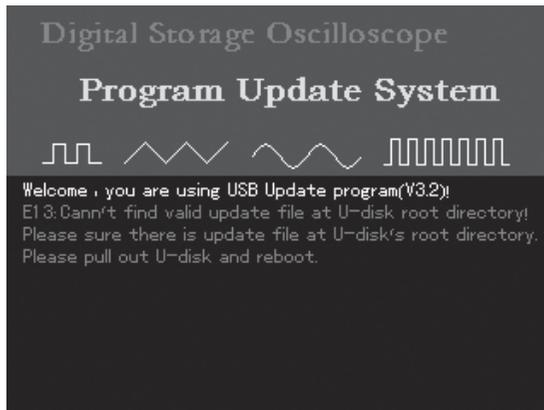

图6-8
3、升级时，如果升级系统没有在U盘根目录下找到程序升级文件，将出现图6-8所示，提示“在U盘的根目录下，没有找到有效的程序升级文件，请确认程序升级文件已经拷贝到U盘的根目录下。请您拔出U盘，重启示波器”。